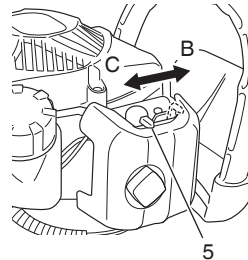

Fig. 5
2. Coloque la palanca del estérter (5) en la posición CLOSED (cerrado) (B). (Fig. 5)